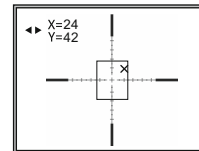

Fig.4
9) En la pantalla aparecerán: la cruz auxiliar  de color rojo, las flechas horizontales y las coordenadas de la cruz auxiliar  $X=00$ $Y=00$ (Fig.4).